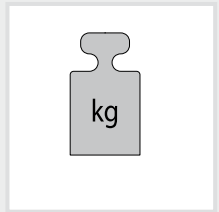

Abb. 12 Feldlasten für Regalhöhe:
Beachten Sie unbedingt die Belastungskurven (Abb. 12)!
Faire impérativement attention aux courbes de charge (fig. 12)!
Neem absoluut de belastingsdiagrammen (afb. 12) in acht!
Please make sure to observe the load curves (Fig. 12)!
- D Die angegebenen maximalen Tragfähigkeiten für Gefachabenen [Q] gelten bei jeweils gleichmäßig verteilter Last. Die Summe der Fachlasten ΣQ in einem Regalfeld muss kleiner als die unten angegebenen Feldlast $Q_{max.}$ sein. Bei Aufstellung von weniger als 3 Regalfeldern reduziert sich die jeweils angegebene Feldlast um 10%. Der Gesamtschwerpunkt darf in jedem Fall nicht über der halben Regalhöhe liegen. **Beachten Sie unbedingt die Belastungskurven (Seite 5, Abb. 12)!**
- F Les données maximales de support de charge pour sols spéciaux (Q) sont valables dans le cas d'un partage régulier de la charge. La somme des charges spéciales ΣQ sur un plan d'étagère doit être égale ou inférieure au poids/surface $Q_{max.}$. Das les cas ou le montage comporte moins de 3 plans d'étagères, le poids/surface se réduit de 10%. La totalité de la charge ne doit en aucun cas dépasser la moitié de la hauteur. **Faire impérativement attention aux courbes de charge (page 5, fig. 12)!**
- NL Het opgegeven maximale draagvermogen voor leggers [Q] geldt bij telkens gelijkmatig verdeelde belasting. De som van de belasting van de leggers ΣQ in één stellingveld moet kleiner of gelijk zijn aan de onderstaande veldbelasting $Q_{max.}$. Bij opstelling van minder dan 3 stellingvelden wordt de telkens opgegeven veldbelasting met 10% gereduceerd. Het algemene zwaartepunt mag in elk geval niet boven de helft van de stellinghoogte liggen. **Neem absoluut de belastingsdiagrammen (bladzijde 5, afb. 12) in acht!**
- GB The maximum carrying loads listed for compartment floors [Q] apply when the load is evenly distributed in each case. The sum of compartment loads ΣQ in a shelf bay must be smaller or equivalent to the bay load $Q_{max.}$ stated below. In cases where fewer than 3 shelf bays are erected, the bay load listed is reduced by 10% in each case. The overall centre of gravity must not under any circumstances be above half the height of the shelving. **Please make sure to observe the load curves (Page 5, Fig. 12)!**
Lastangaben:	Beachten Sie die Belastungskurven (Seite 5, Abb. 12)!
Indications de charge:	Faire attention aux courbes de charge (page 5, fig. 12)!
Opgave van de belasting:	Neem de belastingsdiagrammen (bladzijde 5, afb. 12) in acht!
Permissible loading:	Please observe the load curves (Page 5, Fig. 12)!